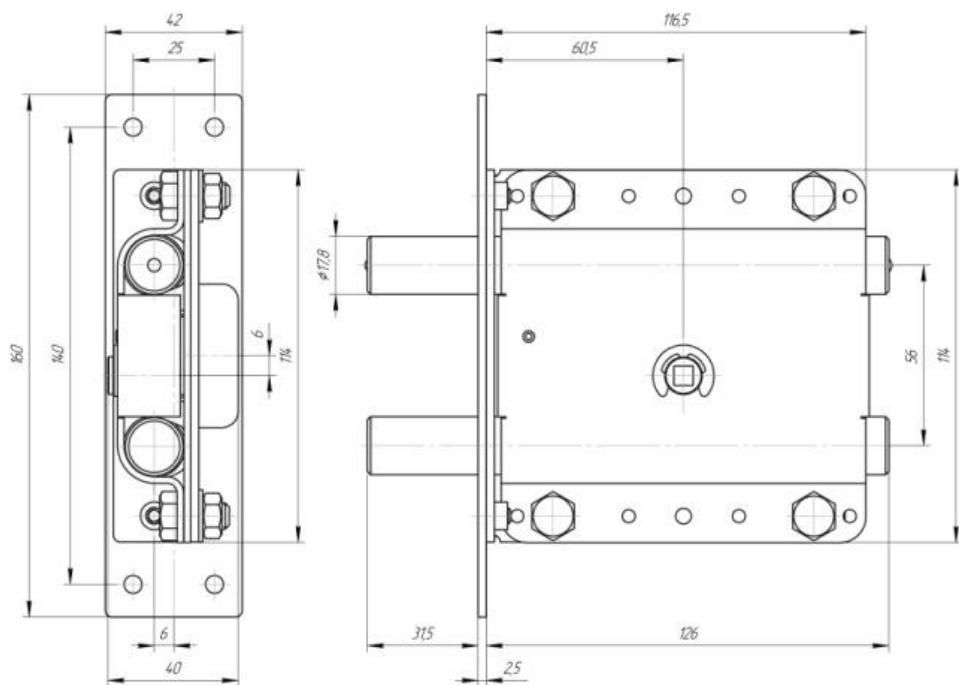

Рис.1
1.3. На рис. 1 приведены габаритно-присоединительные размеры замка «Барьер – Каре М», закрепленного на шасси.
*Примечание. На рис.1 замок смонтирован на шасси для установки на левую дверь.*